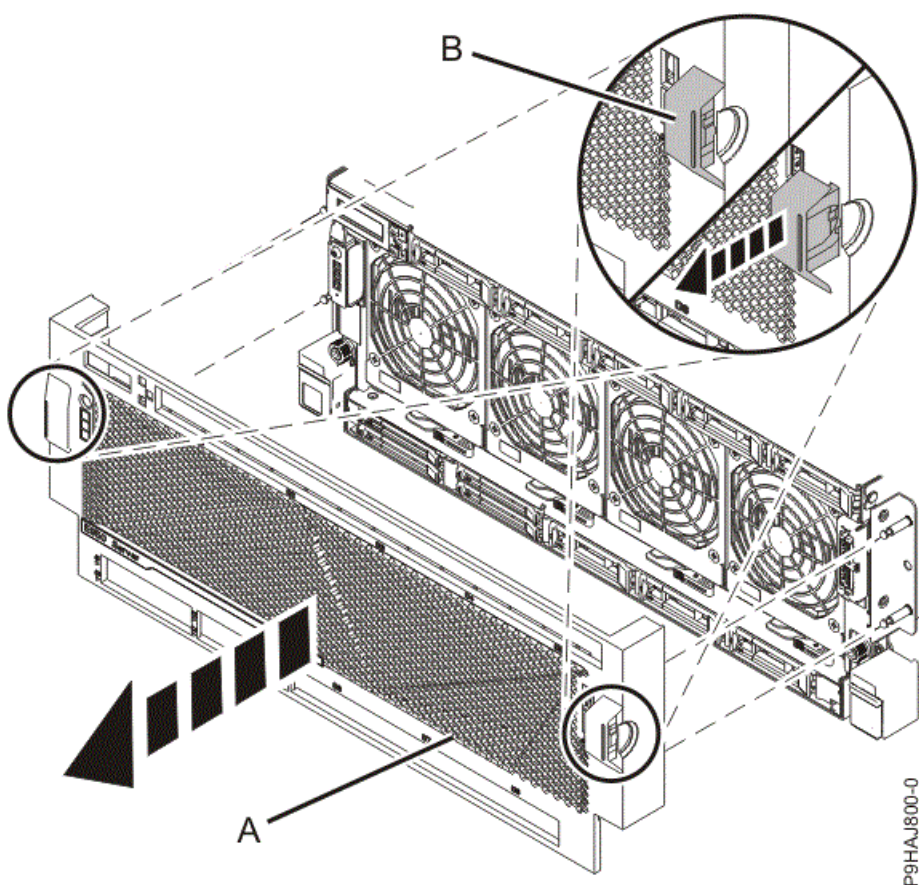

图 7 拆卸前面板
2. 把您的手指放在前面板两侧的凹口（B）上，参见图 7。
3. 把前面板（A）从机箱上拉开，如图 7 所示。